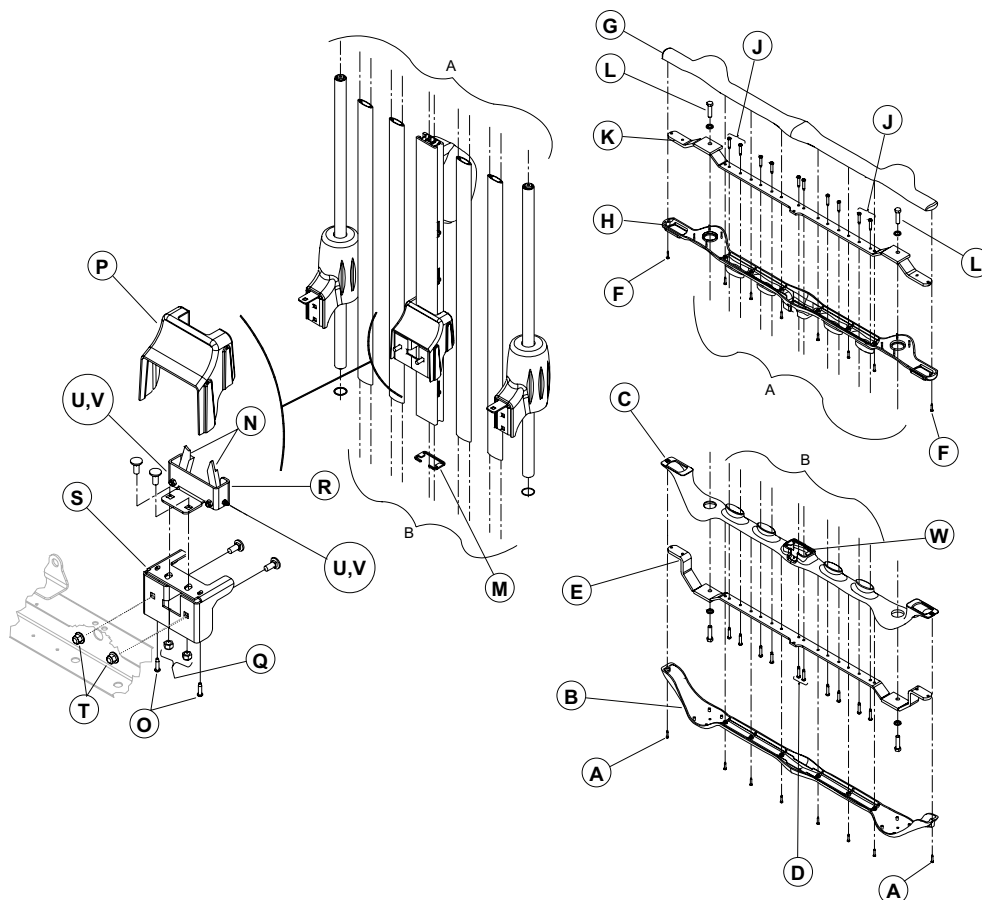

Figure 28 – Remplacement de la colonne centrale de la barrière latérale (portes d'accès mobiles)
4. À l'aide d'un tournevis cruciforme n° 1, retirer les huit vis (A) qui fixent la moitié inférieure de la pièce de finition en plastique inférieure (B) à la moitié supérieure de la pièce de finition en plastique inférieure (C) (Figure 28). Ouvrir les portes d'accès pour atteindre les deux vis situées aux extrémités de la moitié supérieure de la pièce de finition en plastique inférieure. Conserver les vis.
6. À l'aide d'un tournevis cruciforme n° 2, retirer les deux vis (D) qui fixent l'extrémité inférieure de la colonne centrale à l'élément de structure inférieur (E) (Figure 28). Conserver les vis.
7. À l'aide d'un tournevis cruciforme n° 1, retirer les huit vis (F) qui fixent la moitié supérieure de la pièce de finition en plastique supérieure (G) à la moitié inférieure de la pièce de finition en plastique supérieure (H) (Figure 28). Ouvrir les portes d'accès pour atteindre les deux vis situées aux extrémités de la moitié inférieure de la pièce de finition en plastique supérieure. Conserver les vis.
11. À l'aide d'un tournevis cruciforme n° 2, retirer les dix vis (J) qui fixent la moitié supérieure des montants et la colonne centrale à l'élément de structure supérieur (K) (Figure 28). Conserver les vis.
12. À l'aide d'une douille de 1/2 po, retirer les deux boulons et les deux rondelles (L) qui fixent l'extrémité supérieure des deux montants de guidage à l'élément de structure (K) (Figure 28). Conserver les boulons et les rondelles.
17. Installer la nouvelle colonne. Insérer l'extrémité inférieure dans le sabot de frein et faire glisser la colonne jusqu'à ce que le bas soit logé dans la cavité (W) de la pièce de finition en plastique inférieure (Figure 28). Prendre des précautions pour éviter d'endommager le joint lors de l'insertion de la colonne dans la pièce en plastique inférieure. Voir la remarque après l'étape 15. Pendant que la colonne glisse à travers le sabot de frein, tourner la poignée pour ouvrir les butées de verrouillage (N) lorsque la colonne atteint chacune des butées fixes (Figure 28).
21. À l'aide d'un tournevis cruciforme n° 2, retirer les deux vis (O) qui fixent le couvercle du sabot de frein (P) au support de sabot de frein (S) (Figure 28). Retirer et conserver le couvercle. Conserver les vis.
22. À l'aide d'une douille de 1/2 po, desserrer les deux contre-écrous (Q) qui fixent le sabot de frein (R) au support de sabot de frein (S). Retirer les deux contre-écrous (T) qui fixent le support du sabot de frein au châssis (Figure 28).
23. Effectuer un mouvement de va-et-vient avec le sabot de frein (côté tête vers côté pieds) et déplacer de gauche à droite le support de sabot pour positionner les butées de verrouillage (N) (Figure 28). Serrer les contre-écrous.
24. Si les butées de verrouillage frottent toujours contre l'extrusion en plastique, desserrer le contre-écrou (U) à l'aide d'une clé mixte de 3/8 po. Tourner la vis de réglage (V) à l'aide d'une clé hexagonale de 3/32 po jusqu'à l'obtention du bon alignement (Figure 28).
21. À l'aide d'un tournevis cruciforme n° 2, retirer les deux vis (O) qui fixent le couvercle du sabot de frein (P) au support de sabot de frein (S). Retirer et conserver le couvercle (Figure 28).
22. À l'aide d'une douille de 1/2 po, desserrer les deux contre-écrous (Q) qui fixent le sabot de frein (R) au support de sabot de frein (S). Retirer et conserver les deux contre-écrous (T) qui fixent le support du sabot de frein au châssis (Figure 28).